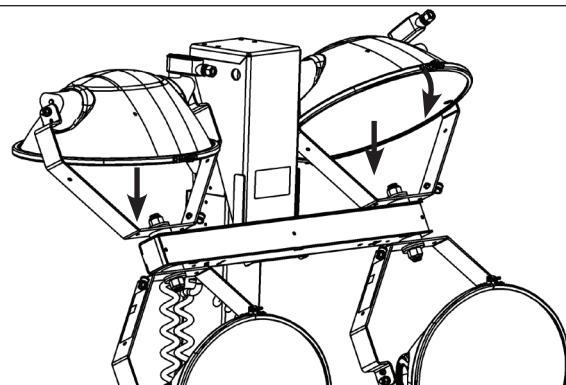

Figure 8
*REMARQUE : Lors du transport sur une remorque, orienter les deux éclairages supérieurs vers le bas pour avoir un espace libre supplémentaire au-dessus. Voir Figure 8.*